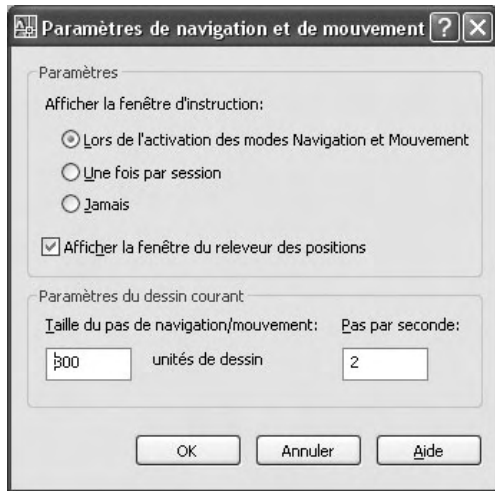

Fig.11.17
- 3] Pour accélérer le déplacement, vous devez d'abord ouvrir la boîte de dialogue **Paramètres de navigation et de mouvement** (Walk and Fly Settings) disponible à partir de la barre d'outils **Navigation 3D** (3D Navigation) ou du **Panneau de configuration Navigation 3D** (3D Navigate). Vous pouvez ensuite définir la taille du pas dans le champ **Taille du pas de navigation/mouvement** (Walk/fly step size). Par exemple 300 pour un dessin en millimètres (fig.11.17).